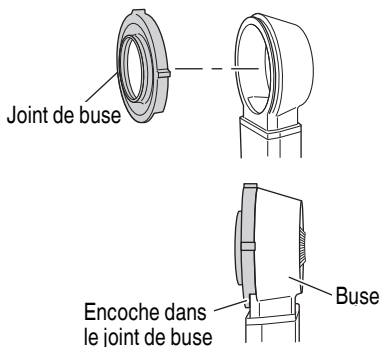

Fig. 18
- (a) Remplacement du joint de la buse (Fig. 18)
- ① Retirer le joint de la buse comme indiqué sur la figure.
- ② Fixer un nouveau joint de buse. Aligner le joint de la buse de telle sorte que son encoche s'imbrique dans la forme externe de la buse.